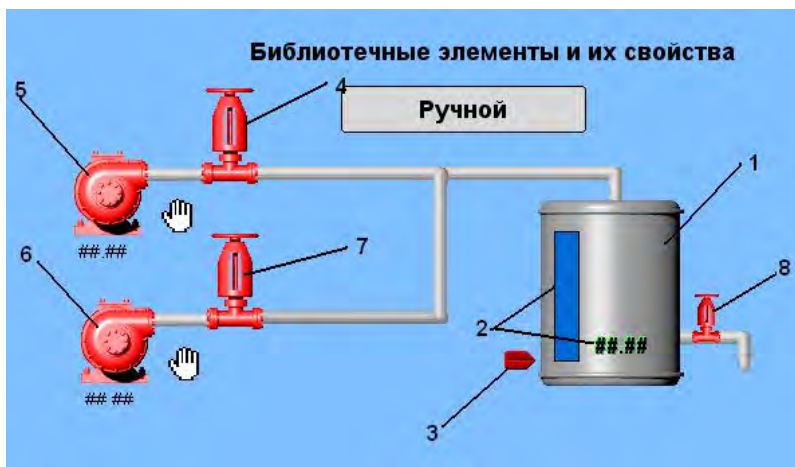
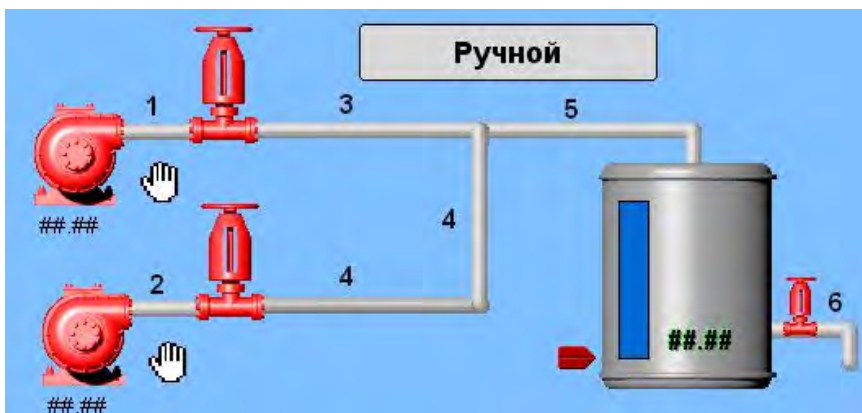

Рис. 2.10. Модель технологического процесса
Рис. 2.15. Разбиение трубопровода на участки
7. Создайте модель технологического процесса, эскиз оборудования представлен на рис. 2.10.
Следующий элемент – это трубопровод, он должен менять свой цвет, когда через него течет жидкость, поэтому необходимо выделить 5 участков с разными логическими условиями изменения цвета трубопровода (рис. 2.15). Первый и второй участки располагаются между насосами и задвижками, они должны менять цвет при включении насосов; третий и четвертый участки должны менять цвет при включении соответствующих насосов и открытии задвижек; пятый участок меняет цвет, если включен любой из насосов и его задвижка открыта; шестой участок меняет цвет при открытии клапана 8 (рис. 2.10).